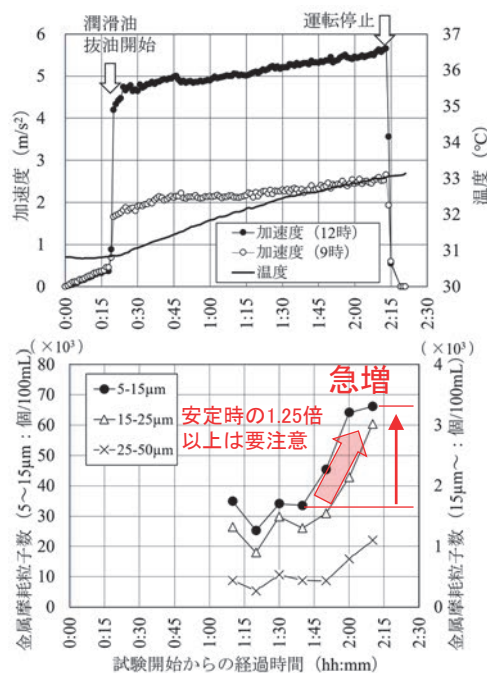

図2 試験中の加速度、温度、金属摩耗粒子数の変化
- 過酷摩耗試験中、加速度、温度はなだらかに上昇しました。一方、金属摩耗粒子数は、一定時間経過後に急増し、劣化の兆候を早期に発見できることが分かりました。(図2)